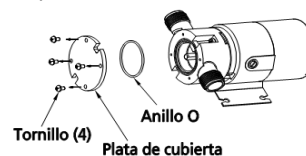

Figura 7 – uelva a montar la bomba
8. Instale el O-anillo y la placa (Ver Figura 7). Si la placa está desgastada, invierte la placa, así el lado Nuevo enfrenta el impulsor.